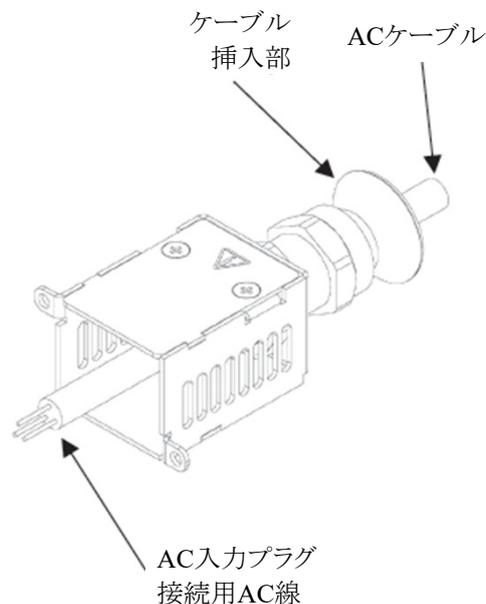

図4-6 ACケーブルの挿入方法 (GH1.5kW)
3. 図4-6に示すように、ACケーブルを通せるようにストレインリリーフのケーブル挿入部を緩めます。その後ACケーブルをストレインリリーフのケーブル挿入部とストレインリリーフブラケットに通して取り付けてください。